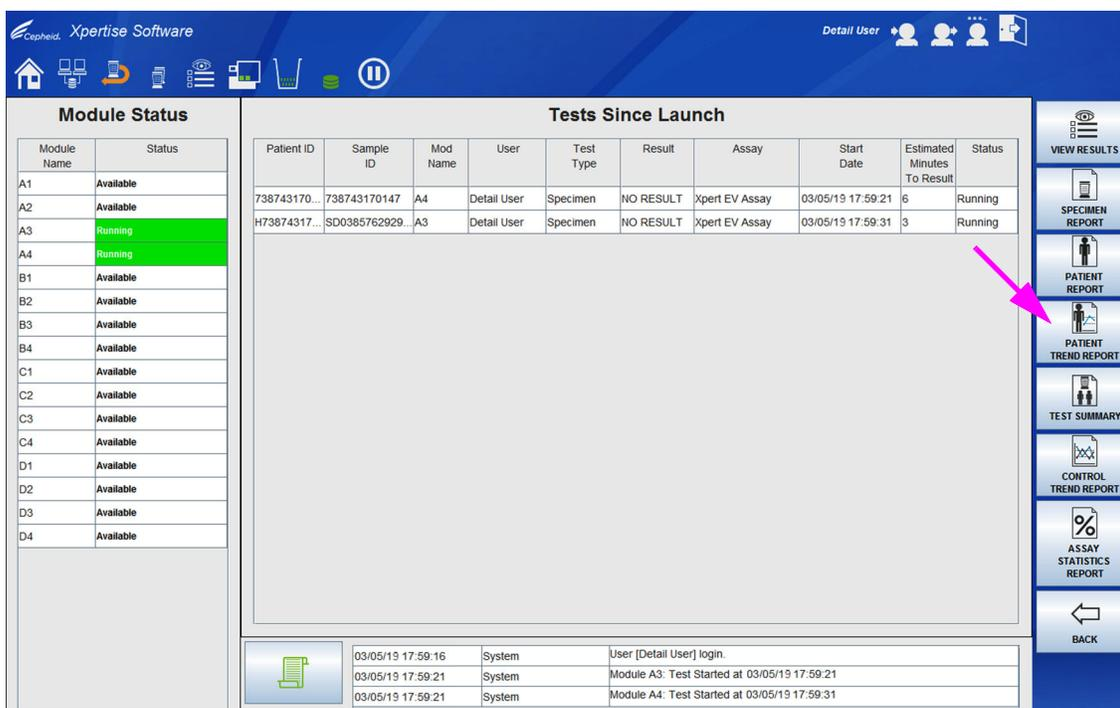
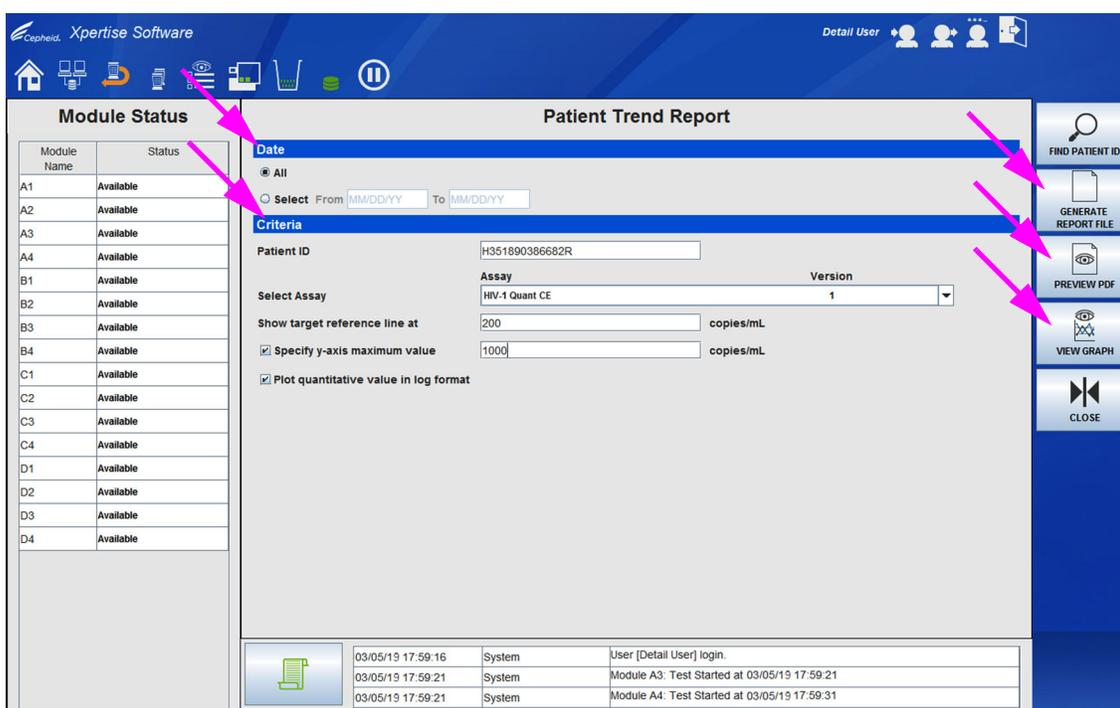
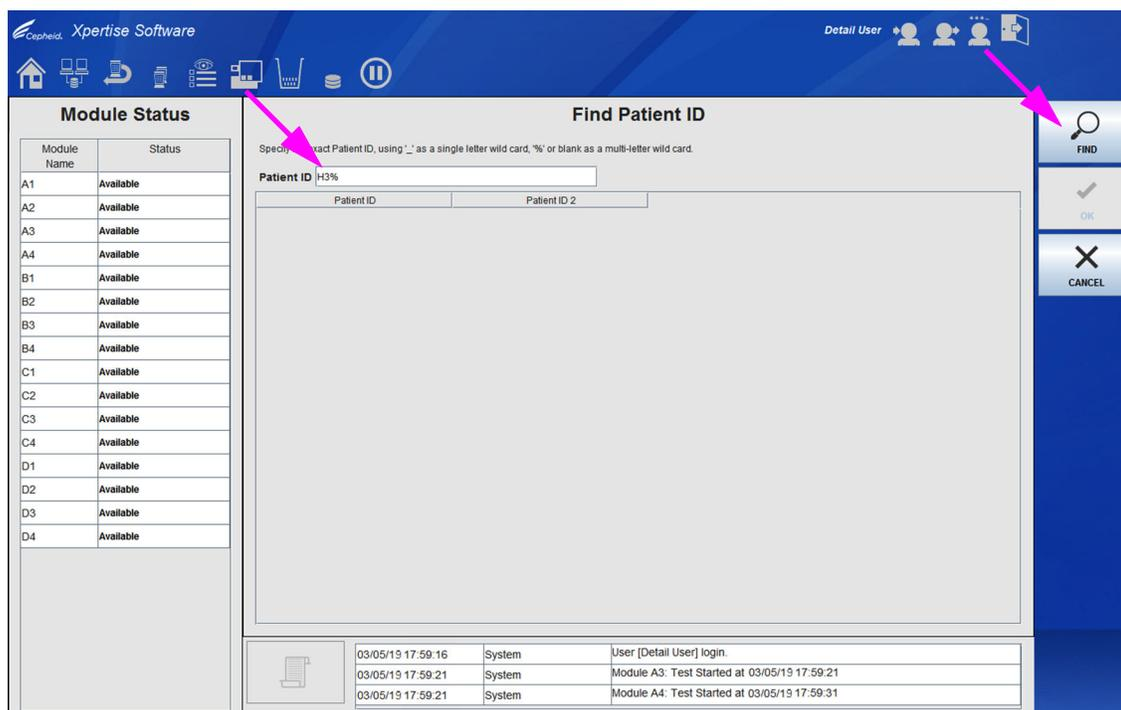
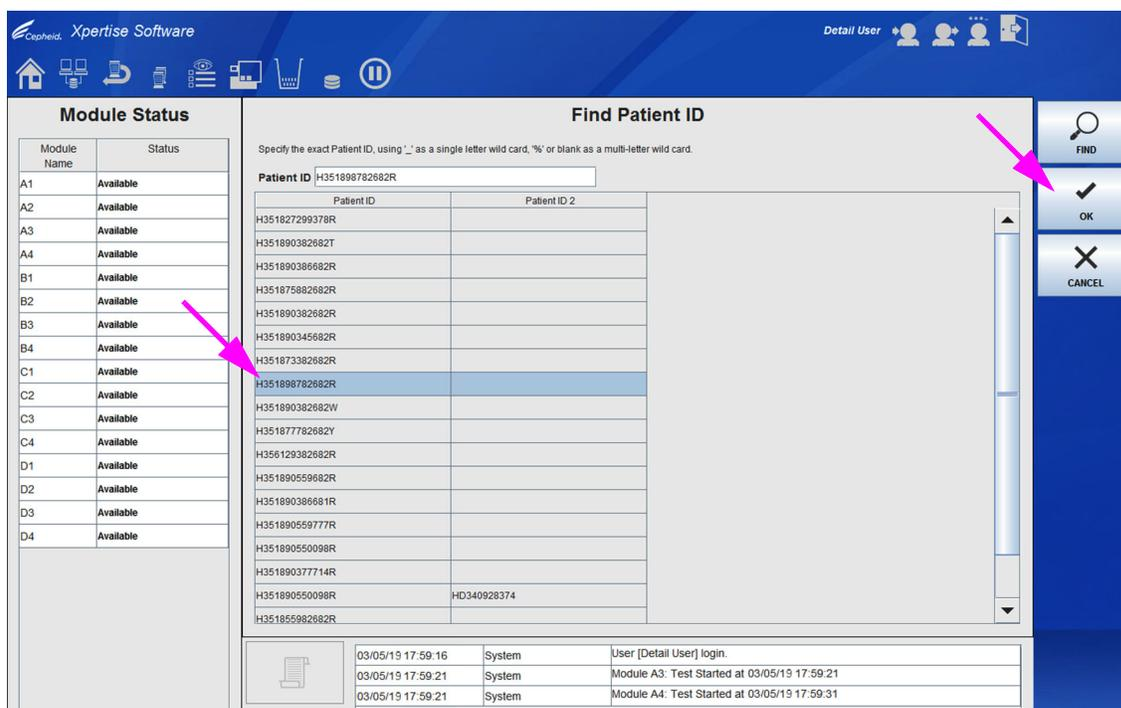

图 10-74. 显示结果菜单的 Xpert 软件 (Xpert Software) 主页
图 10-75. 患者趋势报告 (Patient Trend Report) 工作区
图 10-81. 查找患者 ID (Find Patient ID) 工作区
图 10-82. 显示符合搜索条件的查找患者 ID (Find Patient ID) 工作区
1. 在 Xpertise 软件主页工作区中，选择**结果 (RESULTS)** 按钮（请参见图 10-60）。显示结果菜单。请参见图 10-74。
2. 在结果 (Results) 菜单中，选择**患者趋势报告 (PATIENT TREND REPORT)** 按钮（参见图 10-74）。患者趋势报告 (Patient Trend Report) 工作区会显示。请参见图 10-75。
- **生成报告文件 (GENERATE REPORT FILE)** – 创建一个 PDF 文件，并将其保存至您指定的位置。在患者趋势报告 (Patient Trend Report) 工作区选择**生成报告文件 (GENERATE REPORT FILE)** 按钮（参见图 10-75）以创建一个患者趋势报告 (Patient Trend Report) 的 PDF 文件。将显示生成报告文件 (Generate Report File) 工作区（参见图 10-76），可让您将该文件保存到指定的位置。
1. 在患者趋势报告 (Patient Trend Report) 工作区（参见图 10-75），选择**查找患者 ID (FIND PATIENT ID)** 按钮。将显示查找患者 ID (Find Patient ID) 工作区。请参见图 10-81。
在患者 ID (Patient ID) 字段，（参见图 10-81），输入搜索条件。您可以输入部分患者 ID (Patient ID)、一个单字符通配符（\_ [下划线]）加上确切的字符，或一个多字符通配符（%）加上或不加上确切的字符。
2. 在输入患者 ID (Patient ID) 搜索条件后，选择**查找 (FIND)** 按钮（参见图 10-81）。数据库将被搜索并显示符合搜索条件的患者 ID (Patient ID) 列表。请参见图 10-82。
3. 如果找到所需的患者 ID (Patient ID)，选择带患者 ID 的列。**确定 (OK)** 按钮会变成激活。请参见图 10-82。